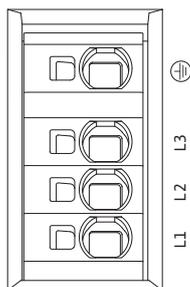

Fig. 33: Terminais de potência (terminais de ligação de rede)
- Terminais de potência (terminais de ligação de rede) (Fig. 33)